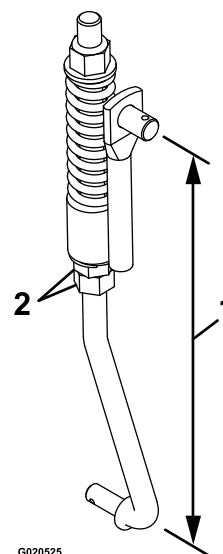

Figura 59
8. O comprimento da ligação é ajustado com as duas porcas na parte inferior do conjunto da mola vertical (Figura 59).